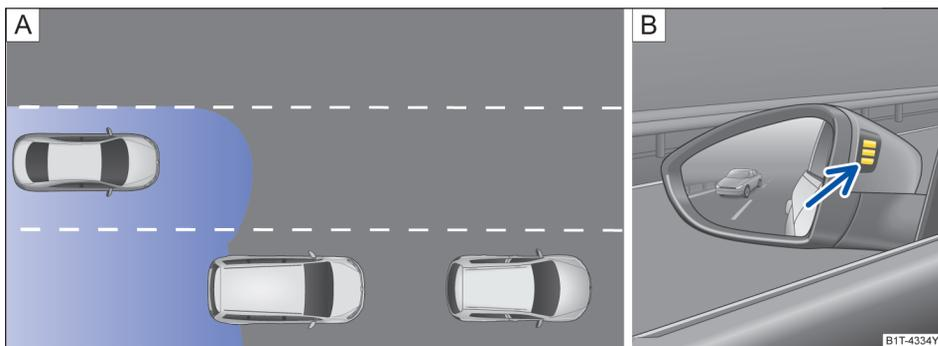
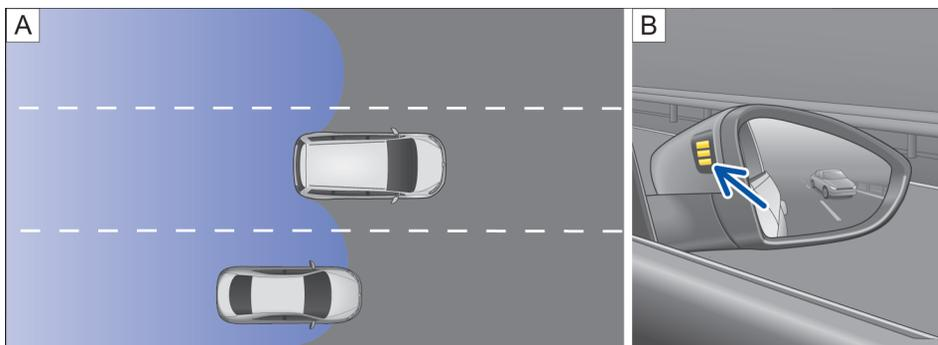

图 156 原理图：A 后方有车超车的行驶状况 B 左侧车外后视镜上的图示显示
图 157 原理图：A 超车 and 并道的行驶状况 B 右侧车外后视镜上的图示显示
在下列行驶状况下，车外后视镜中会亮起显示→图 156 B（箭头）或→图 157 B（箭头）：
- 当另一辆汽车正在超越本车时→图 156 A。
- 在以约 10 km/h (6 mph) 的速度差超越另一辆汽车时→图 157 A。在明显快得多的超车过程时不会出现显示。